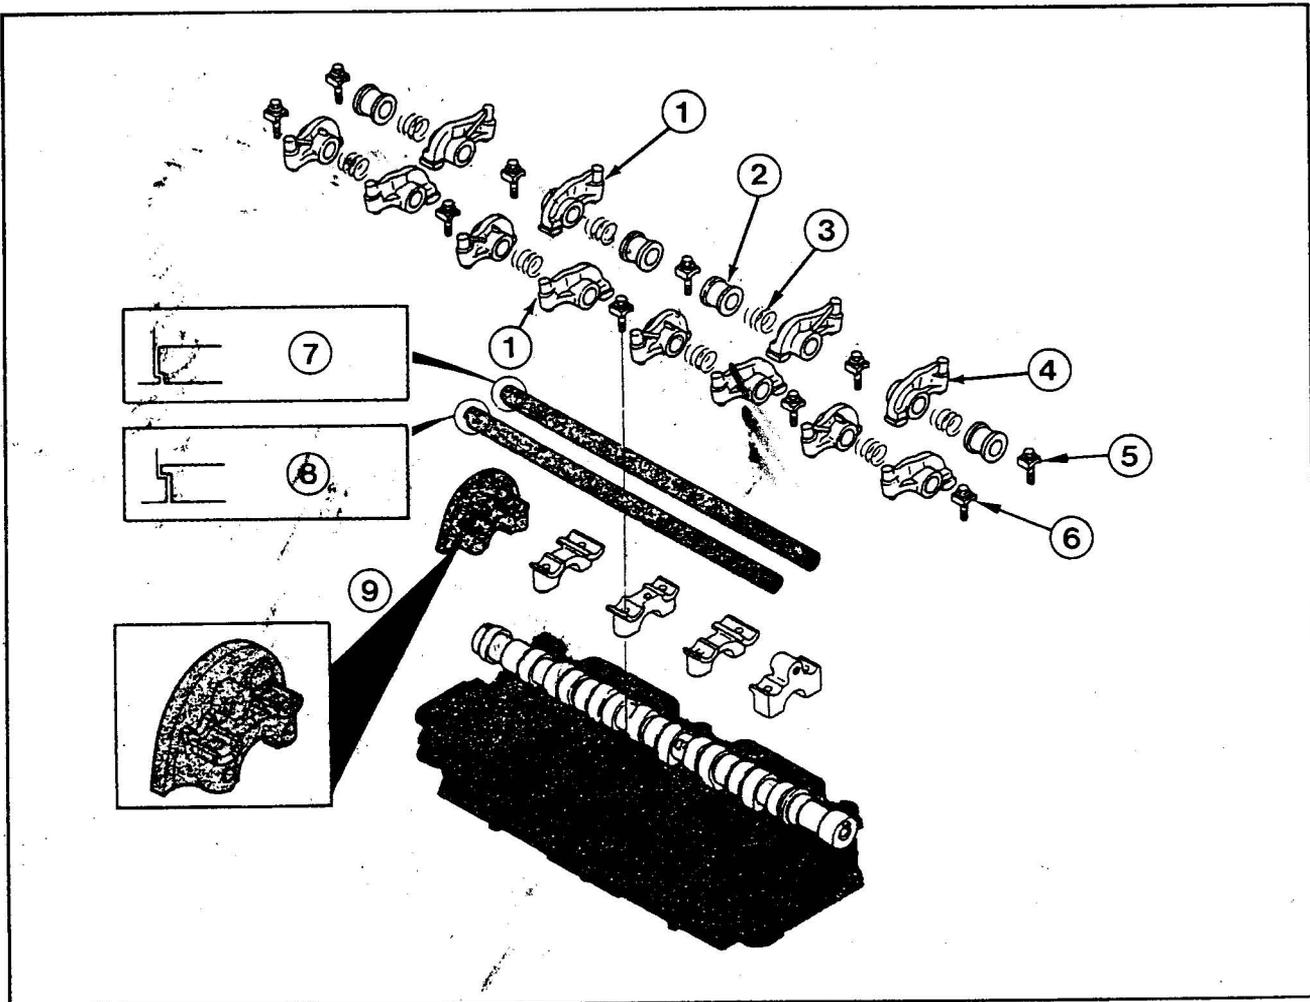

Bild 21/6 Nockenwelle und Kipphebel
- Auf der Kipphebelwelle der Auslaßseite sitzen zusätzlich Distanzstücke, um die geringere Anzahl der Kipphebel gegenüber der Einlaßseite auszugleichen (siehe Bild 21/6).